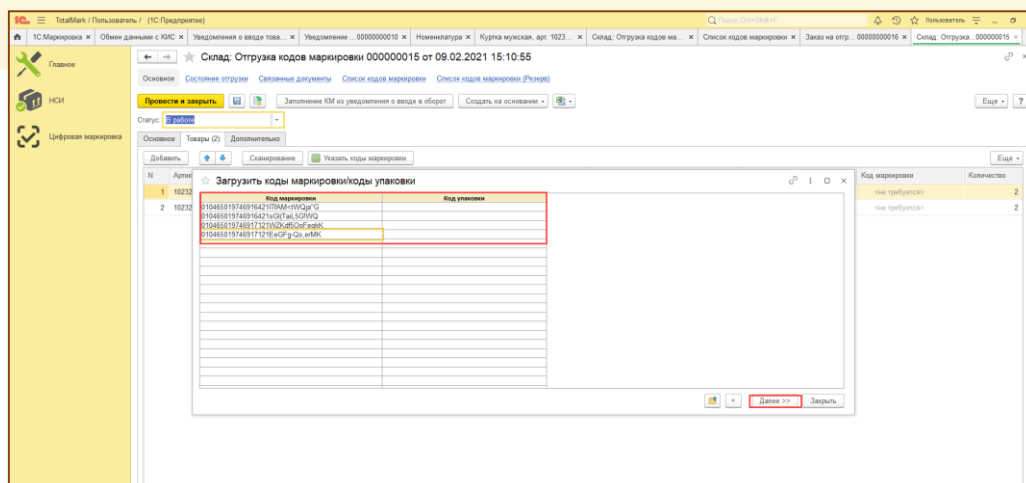
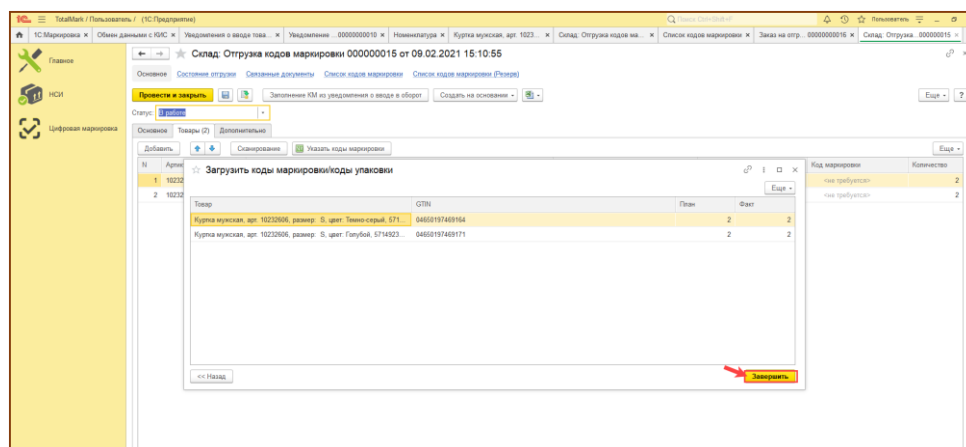

Рис. 8-20 - Создание Отгрузки в ТМ
Рис. 8-22 - Создание Отгрузки в ТМ
- iii. Заполнить таблицу (Вставить скопированные данные) и нажимать «Далее» до завершения загрузки (Рис. 8-20-Рис. 8-22);